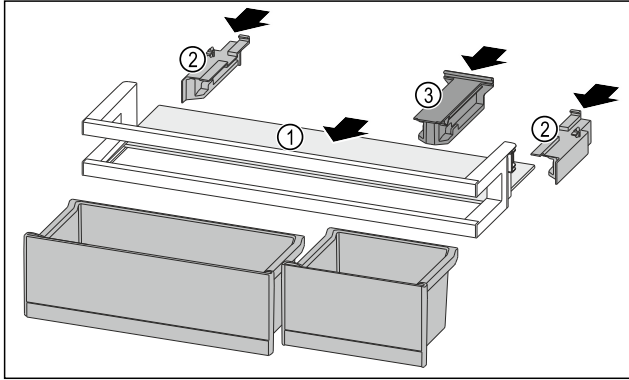

Fig. 242
- ▶ Abstellfläche Fig. 242 (1) in die seitlichen Aussparungen einschieben.
- ▶ Seitenteile Fig. 242 (2) einsetzen.
- ▶ Halteteil Fig. 242 (3) einsetzen.